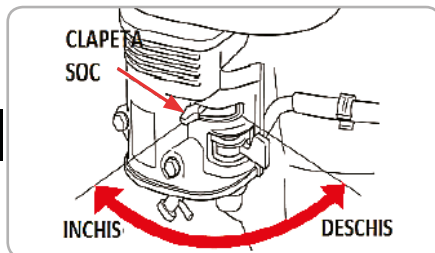

Fig.8
- La temperaturi scăzute mutați clapeta de aer (șoc) în poziția închis. Nu utilizați clapeta când motorul este cald sau temperatura aerului este ridicată (fig.8).